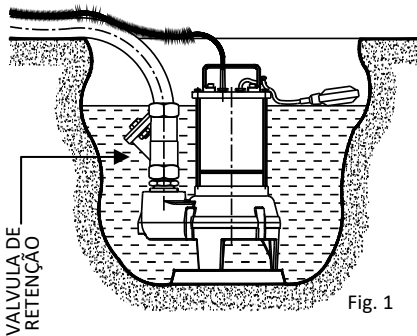

Fig. 1
- Se o fundo do poço ou da superfície de apoio da bomba for irregular e houver a possibilidade de acumulação de seixos, detritos, lama, etc., crie uma base de apoio regular e elevada (Fig. 1).
- A fim de evitar o refluxo do líquido proveniente do coletor de descarga, instale uma válvula de retenção depois da remessa da bomba (Fig. 1).